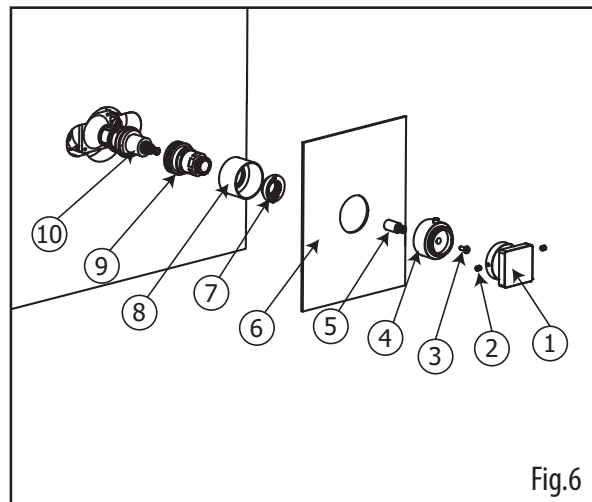

Fig.6
- Remove all handle components and the trim (1 to 7) (Fig.6).
- To service the thermo cartridge (11), remove the components (8 to 10) and pull the cartridge out .
- To service the diverter cartridge (15), remove the components (13 & 14) and pull the diverter cartridge out.
- Démonter toutes les composantes de la poignée et la plaque décorative (1 à 7) (Fig.6).
- Pour retirer la cartouche thermostatique (11), démonter les composants (8 à 10).
- Pour retirer la cartouche du déviateur (15), démonter les composants (13 & 14).
- To service the diverter or shut-off cartridge (15), remove the components (13 & 14) and pull the cartridge out.
- Démonter toutes les composantes des poignées et la plaque décorative (1 à 7) (Fig.6).
- Remove all handle components and the trim (1 to 6) (Fig.6).
- To service the thermo cartridge (10), remove the components (7 to 9) and pull the cartridge out .
- Démonter toutes les composantes des poignées et la plaque décorative (1 à 6) (Fig.6).